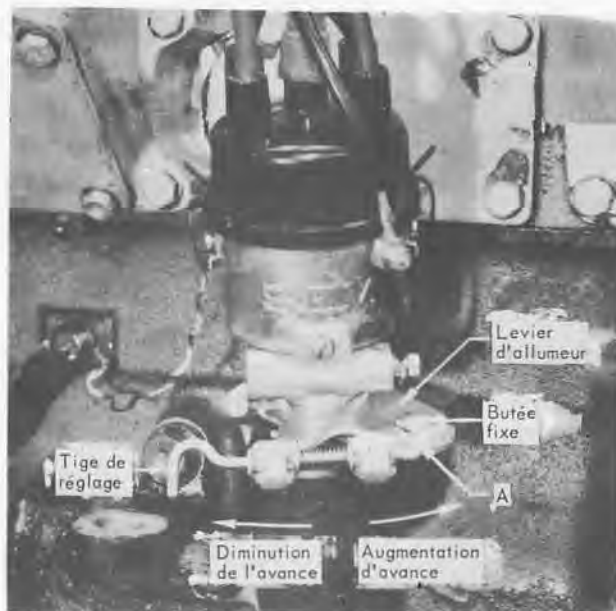

Fig. 3
### IV - Montage d'une nouvelle commande de correction d'avance à l'allumage (fig. 3).
- Mettre le levier d'allumeur en position pleine avance (point A en contact avec la butée) à l'aide de la vis de réglage (fig.3).